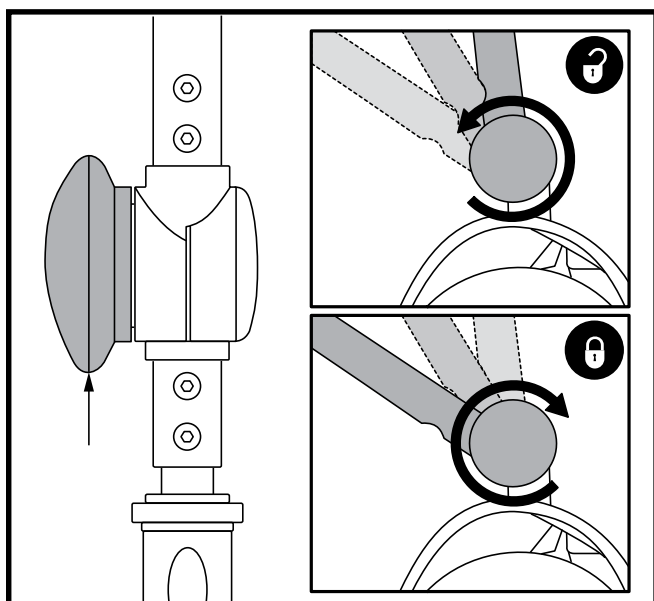

Figure 24. Réglage du guidon
## REGLAGE DE L'INCLINAISON DU GUIDON (Voir la figure 24)
1. Avec le siège et la batterie retirés (voir les procédures de démontage sur la page précédente), abaissez le guidon et serrez le bouton de réglage. **Voir la figure 24.**